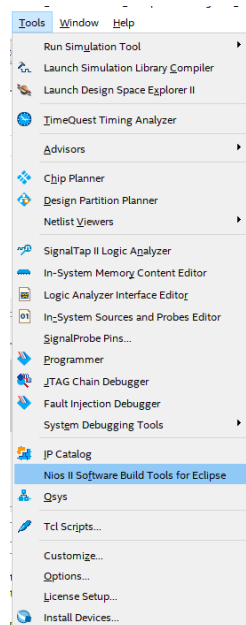

Ilustración 17 Selección de la herramienta Eclipse.
23. Realizamos la programación del microprocesador Nios II utilizando lenguaje C. En menu **Tools**, seleccione la opción **Nios II Software Build Tools for Eclipse**, tal como se muestra en la ilustración 17.